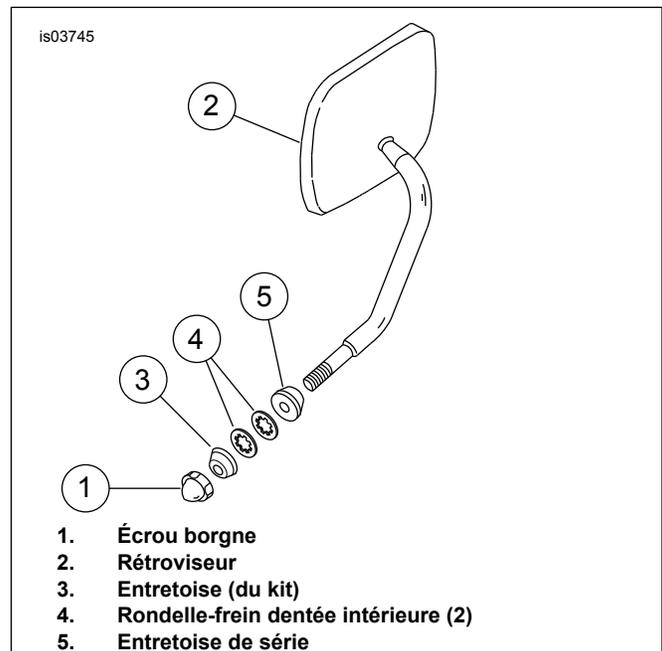

Figure 1. Fixer le rétroviseur
3. Si le clignotant est installé sur le support supérieur de la fourche, retirer la vis de pincement du tube de la fourche du côté droit du support supérieur de la fourche. (Il s'agit de la vis qui retient le clignotant de droite.) Voir Figure 1. Si le clignotant est installé sur le rétroviseur, retirer le clignotant et la visserie de montage. Conserver les rondelles-frein dentées intérieures (4) et l'entretoise (5).
4. Installer l'écrou borgne du kit pour retenir le rétroviseur de droite. Si l'écrou borgne arrive en bout de course sans être serré, ajouter la deuxième entretoise (3) du kit dans le lieu indiqué.
7. Répéter les Étapes 1 à 6 pour déplacer le clignotant de gauche. Voir Figure 1. Utiliser un écrou borgne de série et une rondelle-frein dentée intérieure pour installer le rétroviseur.
*Si le clignotant est installé sur le support supérieur de la fourche, effectuer l'Étape 7. Si le clignotant est installé sur le rétroviseur, voir Figure 2 et installer la monture de clignotant, puis effectuer l'Étape 7, mais utiliser la vis de pincement de 3/8-16 x 2 pouces du kit pour fixer le clignotant. Ne pas tenir compte de la référence à la vis de pincement du support supérieur. Voir Figure 1. Installer l'écrou borgne du kit pour fixer le rétroviseur de droite. Si l'écrou borgne arrive en bout de course sans être serré, ajouter la deuxième entretoise du kit dans le lieu indiqué.*